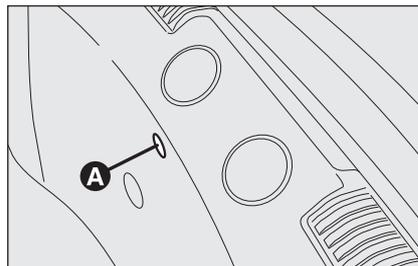
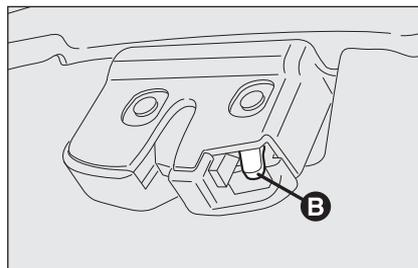

fig. 4
fig. 5
- prelevare il cacciavite dal contenitore attrezzi e, operando all'interno del bagagliaio (sulla parete posteriore), introdurre all'interno della sede **A-fig. 4** e successivamente agire sulla levetta **B-fig. 5**.